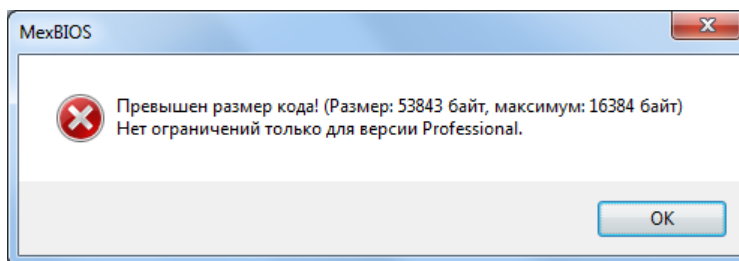

Рис. 152. Сообщение о достигнутом ограничении
7. Если превышен лимит объема генерации кода, то появится сообщение как на рис. 152.